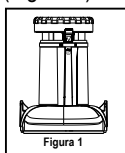

Figura 1
2. Coloque la canasta encima de la base del motor (Figura 1).
5. Coloque de nuevo el empujador de alimentos en el tubo de alimentación asegurándose de que la pestaña "▼" en el empujador de alimentos se alinea con la parte superior del mecanismo de auto-limpieza "⊙" (Figura 1).
1. Apague su extractor de jugos colocándolo en la posición "O" y desenchúfelo del tomacorriente (Figura 1).
2. Coloque la canasta del filtro encima de la base del motor (Figura 1).
1. Apague la unidad colocándola en la posición de "O" y desenchúfela del tomacorriente (Figura 1).
2. Coloque el collar encima de la base del motor asegurándose de que esté bien ajustado en la base del motor (Figura 1).
1. Apague la unidad colocándola en la posición "O" y desenchúfela del tomacorriente (Figura 1).